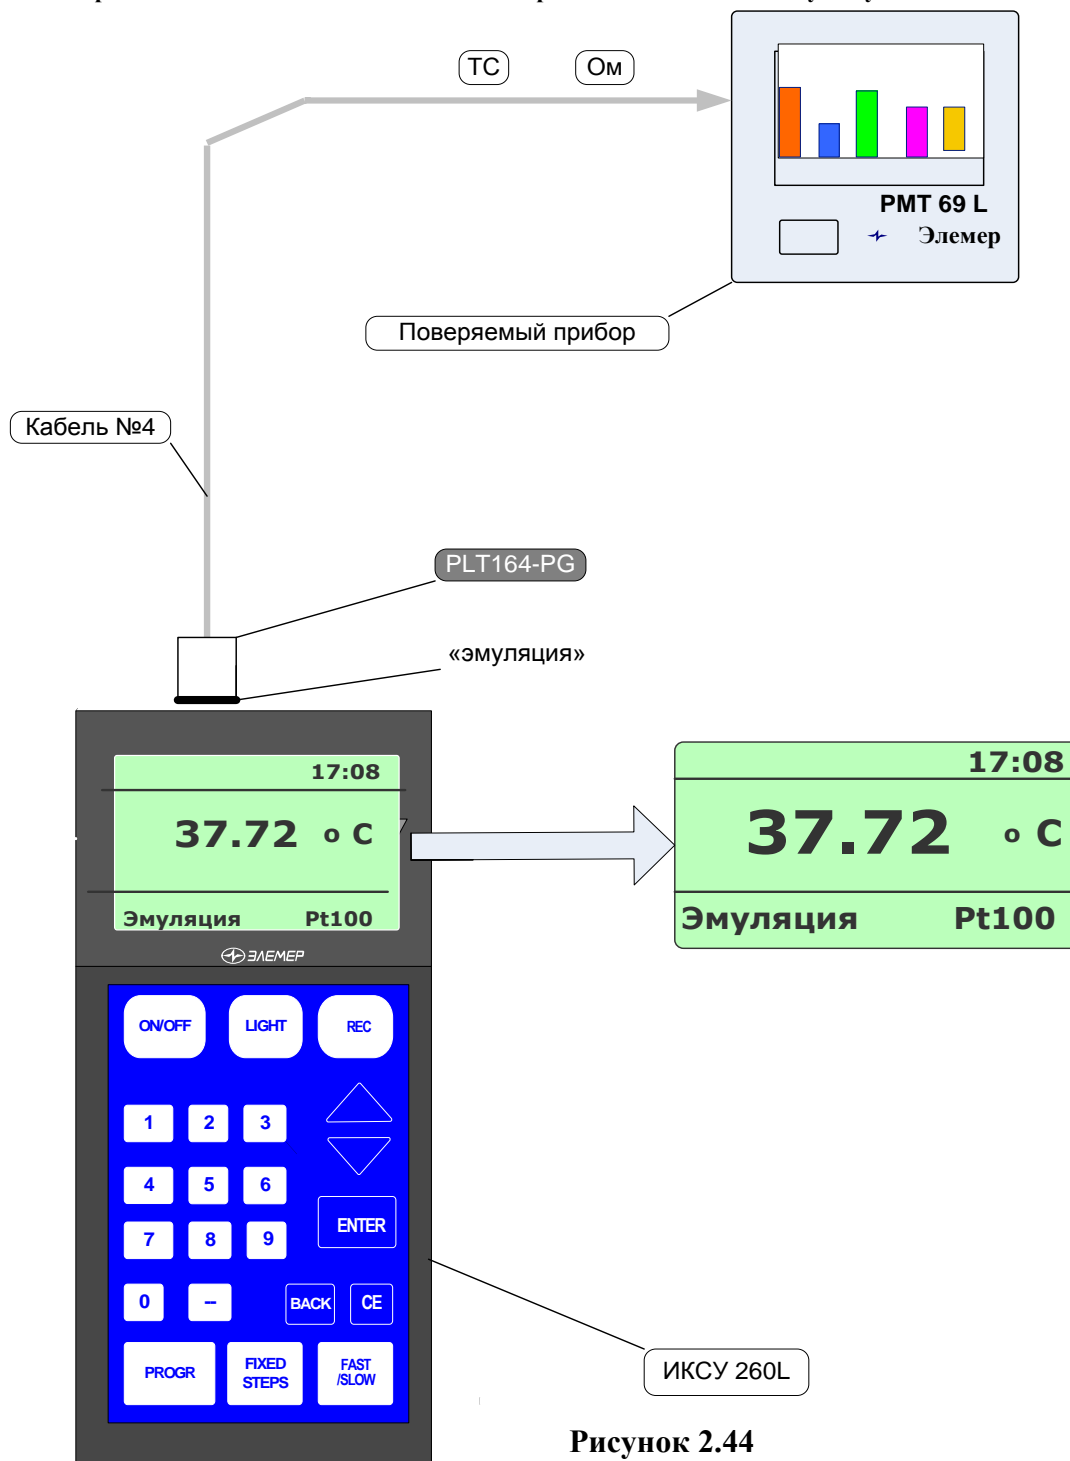

Рисунок 2.44
- в случае выбора пункта «ТС» необходимо выбрать из раскрывающегося списка тип ТС, например, «Pt100 IEC(385)» (см. рисунок 2.44) и нажать кнопку «»;